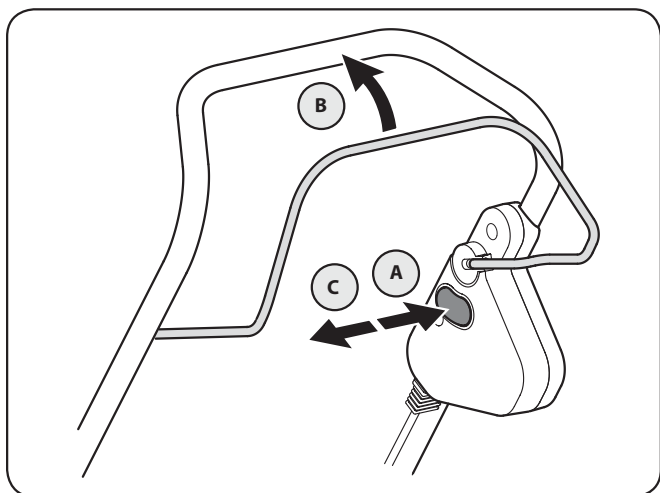

Figure 5-2
2. Voir la Fig. 5-2 pour mise en marche de la tondeuse: